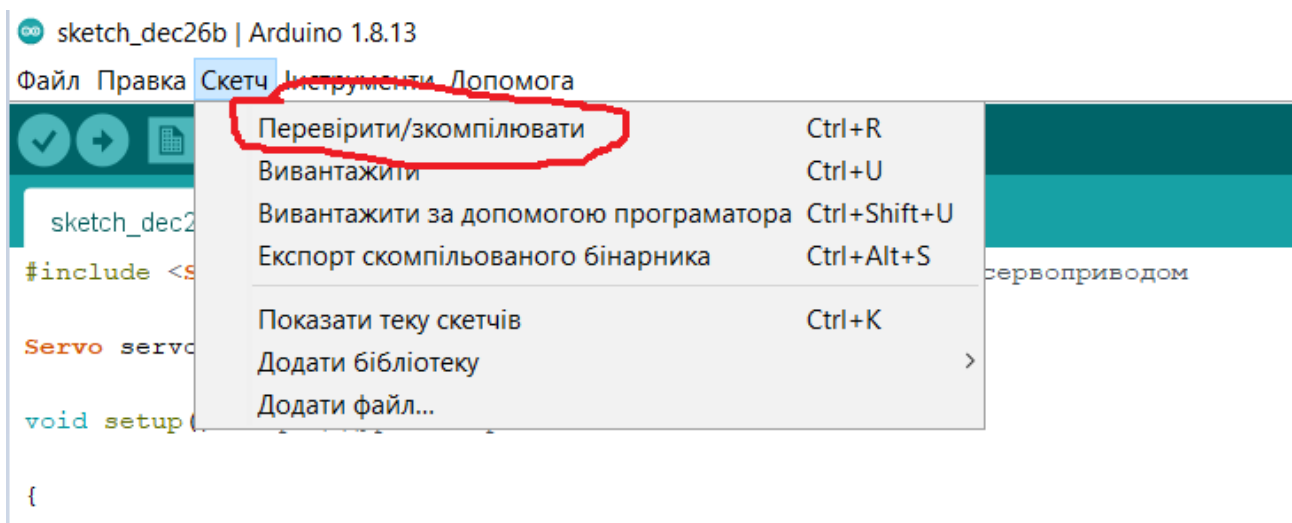

Рис.3.26 – Перевірка та компіляція програмного коду в Arduino IDE.
4. Провести попередню перевірку та компіляцію розробленого програмного коду у середовищі Arduino IDE (рис.3.26)